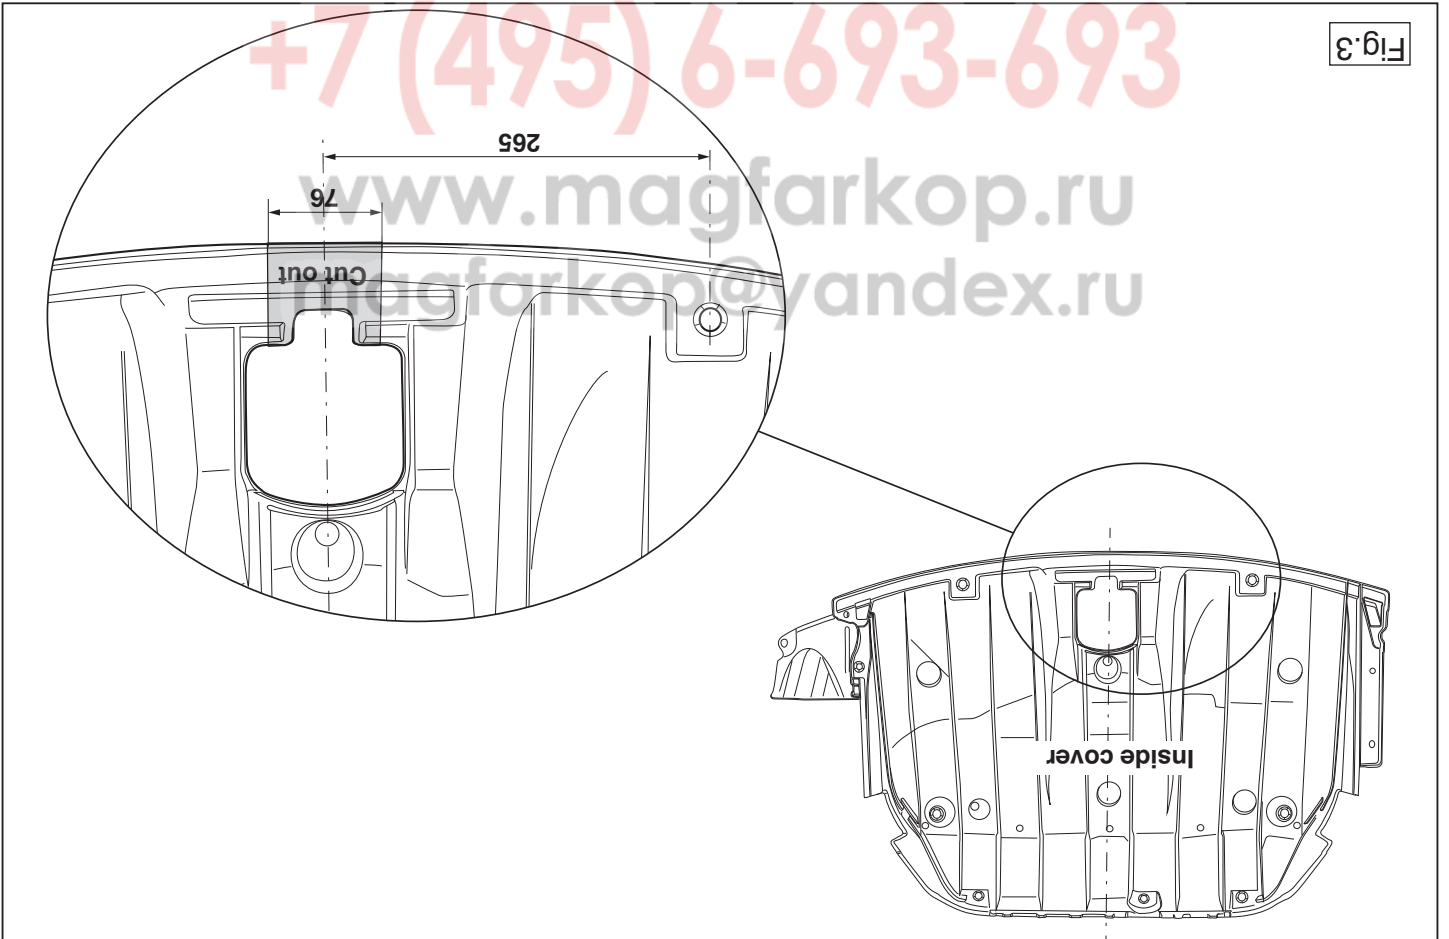

Fig.3
5. Saw out the portion as indicated in fig. 3.
5. Gemäß Abb. 3 die angegebenen Teil heraussägen.
5. Scier la partie indiquées conformément à la figure 3.